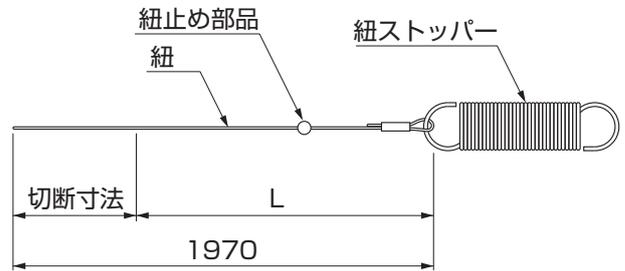

図1-1
- ① 図1-1、表1-1、表1-2を参照して紐ストッパーの紐の長さがWになるよう切断してください。